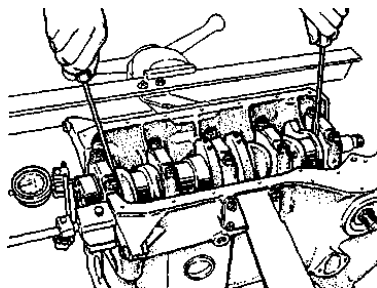

Рис. 2.38. Проверка осевого свободного хода
– установите индикатор на магнитной подставке и вставьте концы двух отверток, как показано на рис. 2.38;